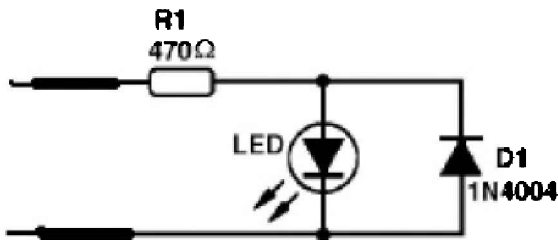

Figura 35 – Um verificador de eliminadores de pilhas.
* Um LED ligado em série com um resistor e mais um diodo, como mostra a figura 35.